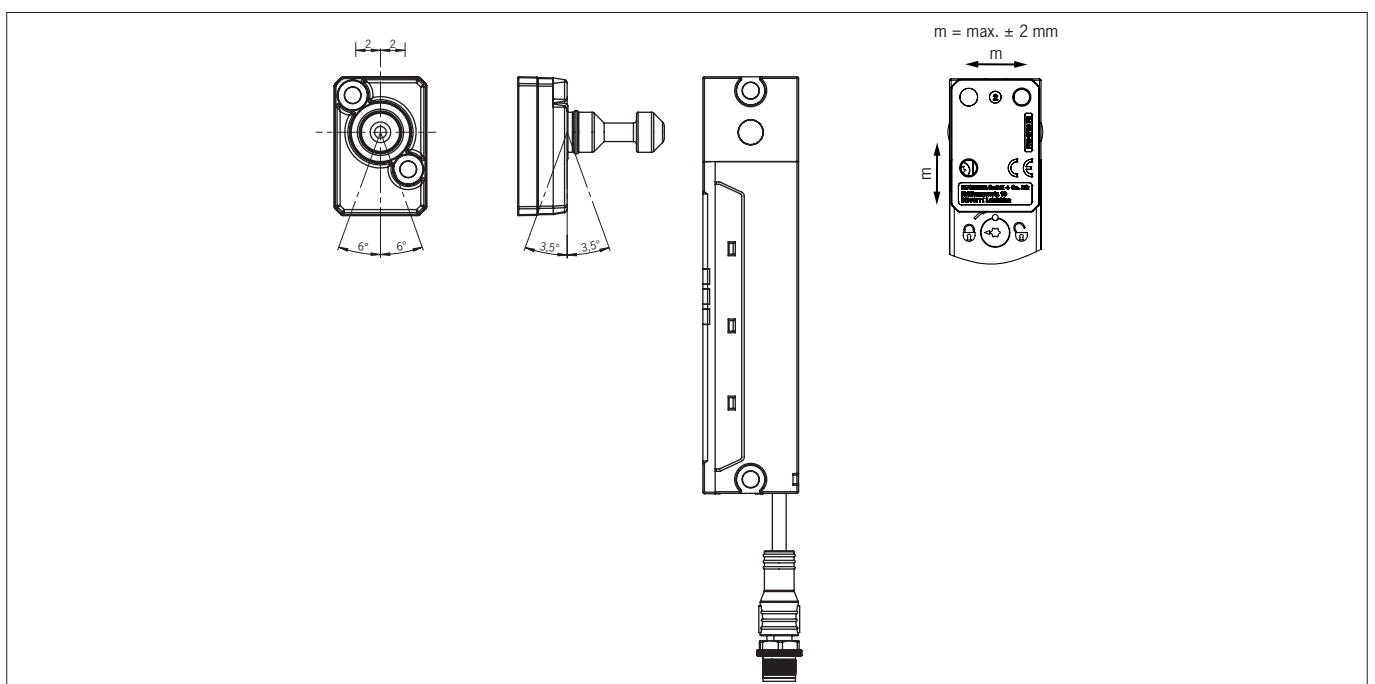

Fig. 4 : Déviation actionneur maximale et désaxage maximal
- Respectez l'angle d'inclinaison admissible entre l'interrupteur et l'actionneur (voir Fig. 4).